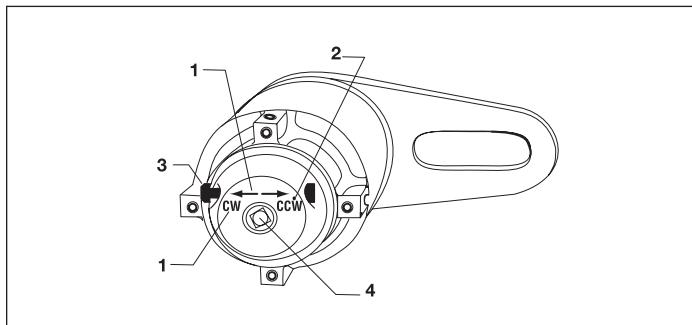

图 3 – 输入端示意图（显示顺时针旋转的设置）
选择器棘爪（图 3，第 3 项）必须设置在中间位置，中间位置固定螺钉（图 3，第 3 项）必须拧紧，锁定选择器棘爪，以便操作电动设备。对于手动施加的输入而言，它可以控制扭矩倍增器的旋转方向。（E290+、E291、E391 型号不提供）不要使用冲击式套筒扳手进行动力驱动，否则会损坏倍增器传动系统。
2. 按照输入端盒子上（图 3，第 1 项）的字母和方向箭头指示的方向推动选择器棘爪（图 3，第 3 项），设置所需旋转方向。
无齿隙型号：使用转矩扳手施加足够的输入扭矩，松开内部无齿隙设备；保持扭矩输入，将选择器棘爪（图 3，第 3 项）推到相反位置（示例：原先在“CW”位置的棘爪需要重置到“CCW”位置）。缓慢释放输入扭矩。（E290+、E291 或 E391 型号不可用）。
使用适当型号的、认可的非冲击式动力驱动头：（仅限 E391、E392、E393、E492、E493、E494 或 E495）。让选择器棘爪在“CW”和“CCW”位置之间居中，然后拧紧固定螺钉（图 3，第 2 项），就可以将选择器棘爪锁定在中间位置。